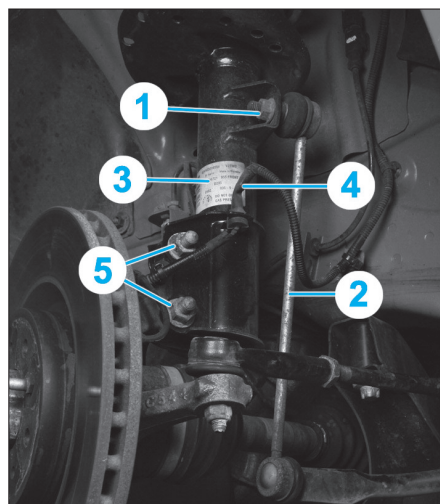

Fig. 2
- Déposer l'écrou (1) afin de désolidariser la biellette de barre stabilisatrice (2) de l'élément de suspension (3) (Fig.2).
- le faisceau du capteur ABS (4),
- Déposer les fixations inférieures (5) de l'élément de suspension.